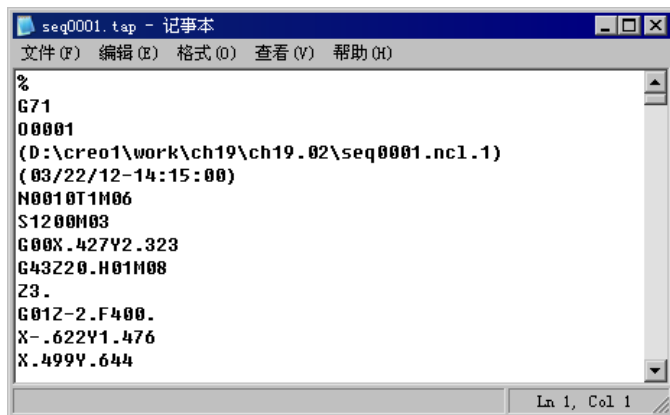

图 19.2.40 显示 MCD 文件
Step10. 返回当前的工作目录，以记事本方式打开前面保存的 seq001.tap 文件，可以查看相应的数据文件，如图 19.2.40 所示。